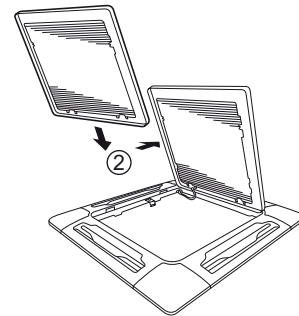

Abb. 7-5
- c) Bei geöffnetem Lufteinlassgitter das Gitterscharnier von der Deckenverkleidung abnehmen, indem es in Pfeilrichtung ② geschoben wird. (Abb. 7-5)